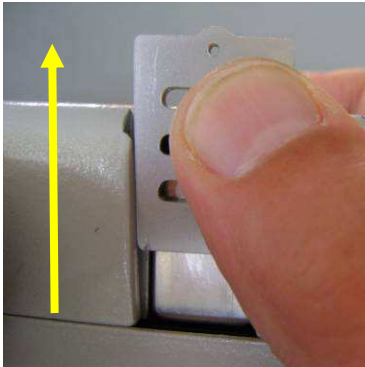

Abbildung 1: Abnehmen der Batterieabdeckung
- Die Batterieabdeckung aus Plastik abnehmen und dazu aus ihren Führungen schieben (siehe Abb. 1).